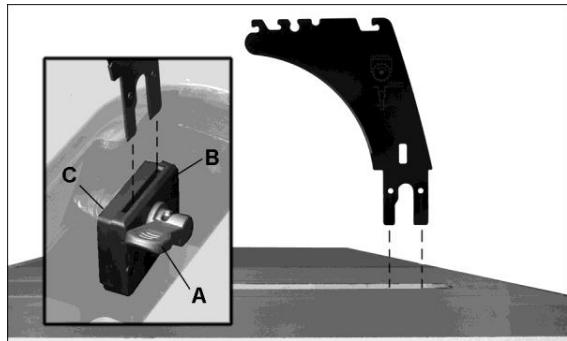

Рис. 5-9
См. Рис. 5-9.
4. Через открывшееся отверстие стола потяните рычаг (A, Рис. 5-9). Подвижный зажим (B) отойдет от неподвижного (C), образуя зазор между ними.
Зажим (Рис. 5-9) отрегулирован на заводе-изготовителе, поэтому дополнительная регулировка защитного кожуха пильного диска и расклинивающего ножа не требуется. Однако, очень важно, чтобы расклинивающий нож был выровнен с пильным диском. Перед работой на станке прочтите раздел 7.3 *Выравнивание расклинивающего ножа*. При необходимости произведите его регулировку.